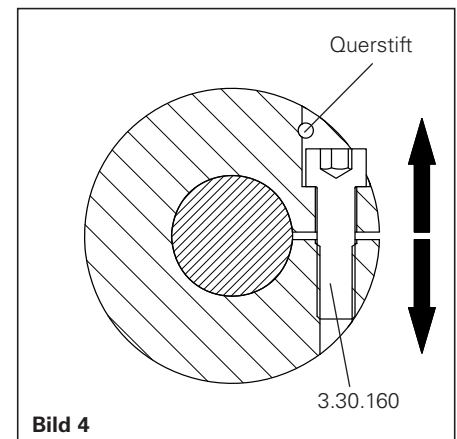

Bild 4
- Sofern Motorwelle nicht einführbar Klemmschraube (3.30.160) ca. eine viertel Umdrehung gegen Querstift aufdrehen, damit sich die Nabe weitet (siehe Bild 4).